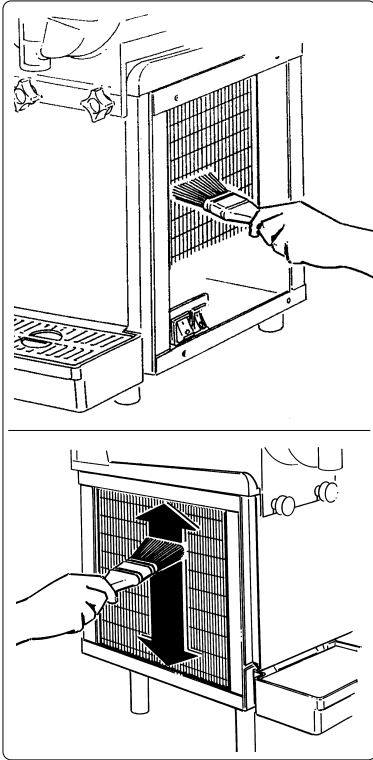

Abb. 20
- den Staub, der sich zwischen den Lamellen des Kondensators abgesetzt hat, mit einem Pinsel entfernen (siehe Abb. 20).